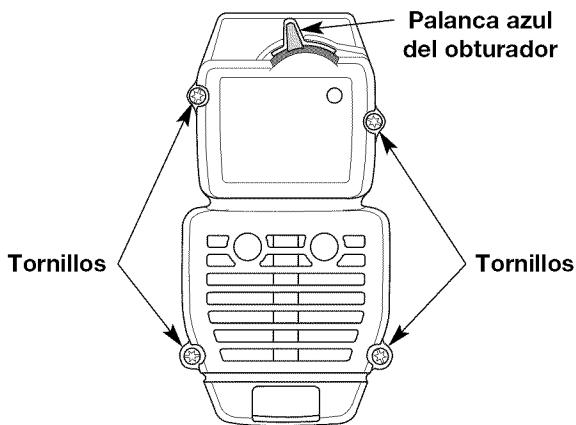

Fig. 24
2. Inserte los cuatro (4) tornillos en los orificios de la cubierta del silenciador / filtro de aire (Fig. 24) y ajústelos. No los ajuste demasiado.